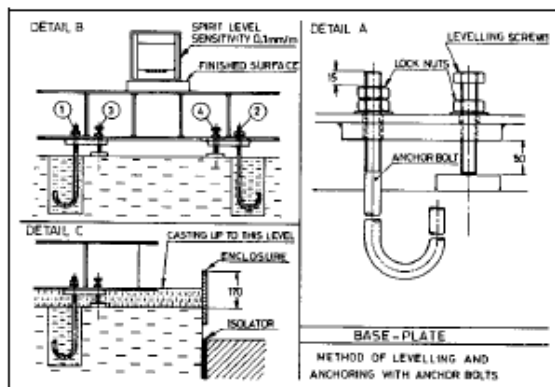

Abb. 2.4
2. Heben Sie den Grundrahmen auf ungefähr 1 m über den Sockel an. Befestigen Sie die Nivellierschrauben und Ankerbolzen wie in Detail A, Abb. 2.4 dargestellt. **Achten Sie darauf, dass die Schrauben-, bzw. die Bolzenenden um die angegebenen 50 mm, bzw. 15 mm herausragen.**